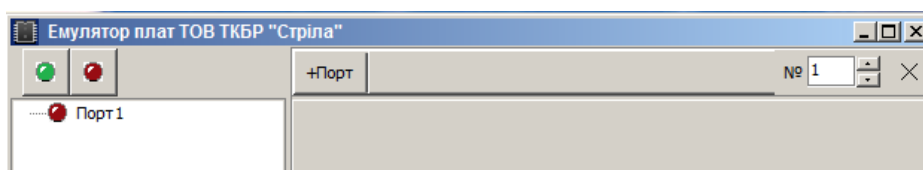

Рисунок 10. Активізація порту зв'язку з обладнанням
2. Активізувати графічне меню **+Порт**, в результаті чого в лівій колонці вікна з'явиться активний порт для зв'язку з обладнанням начального тренажера (рис. 10).